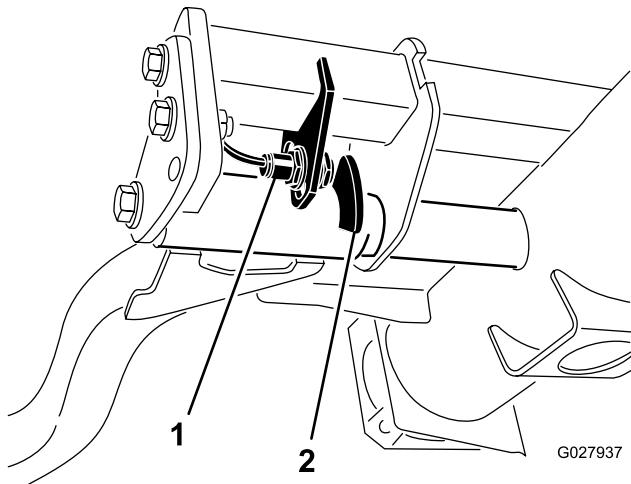

図 36
2. 昇降アームのスイッチは、油圧のメインタンクの下にある右前昇降アームの後ろ側に装着されている図36。
3. スイッチの取り付けねじ図36をゆるめ、スイッチの位置を下げるとき、昇降アームの旋回高さが高くくなり、上げると、昇降アームの旋回高さが低くなる。